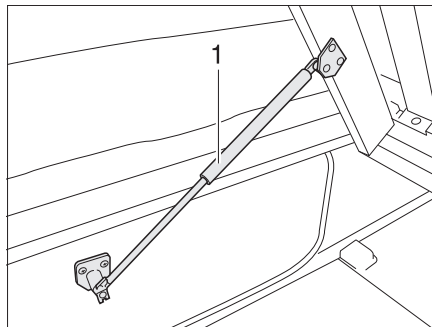

Bild 178 Fast säng
■ Lyft ribbotten. Gasfjädrarna (Bild 178,1) håller kvar ribbotten i öppet läge.